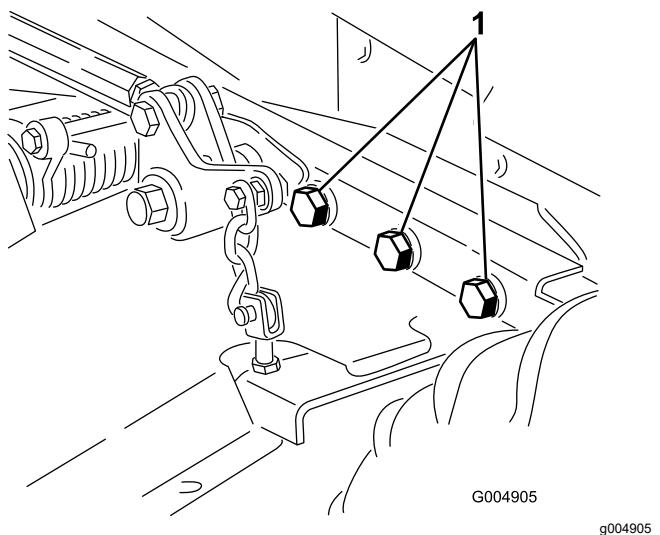

Figura 57
- Compruebe que todos los herrajes están bien apretados; apriételos si es necesario. Apriete los 6 pernos que sujetan el bastidor de la plataforma de corte a la unidad de tracción (Figura 57) a 359 N·m (265 pies-libra).